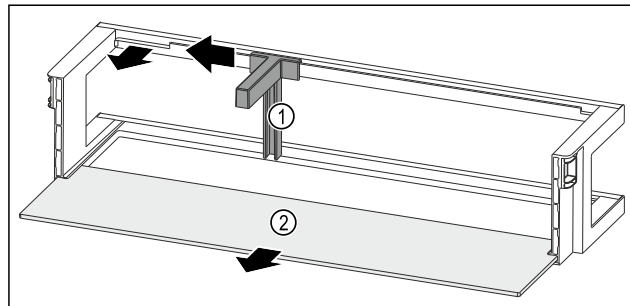

Fig. 49 Türabsteller mit Flaschenhalter und Abstellfläche
- Flaschenhalter Fig. 49 (1) bis zur Aussparung zur Seite schieben.
- Flaschenhalter Fig. 49 (1) entnehmen.
- Abstellfläche Fig. 49 (2) entnehmen.